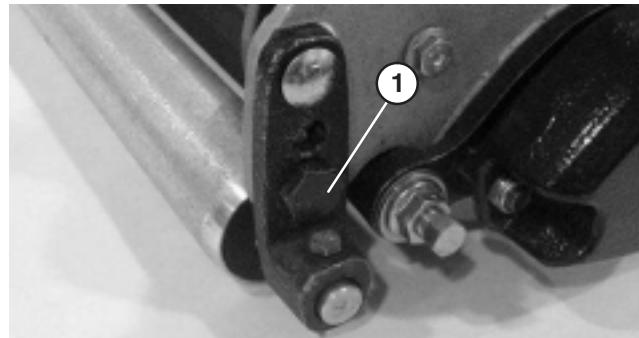

Bild 15
- Drücken Sie die Spindel fest auf die Platte und drücken Sie auf die hintere Walze. Drehen Sie dabei die Befestigungsschraube der Walze rechts unten (Bild 15). Diese Befestigungsschraube hat eine Versatzposition. Bei Drehen der Schraube wirkt sie exzentrisch (als Nocken) und hebt die Rolle an oder senkt sie ab. Ein ID-Punkt gibt den Versatz der Schraube an. Der Punkt gibt die Richtung an, in der sich das rechte Ende der Walze bewegt, wenn die Schraube gedreht wird. Der Punkt sollte sich immer in der hinteren Hälfte des Bogens befinden, wie in Bild 15 dargestellt.